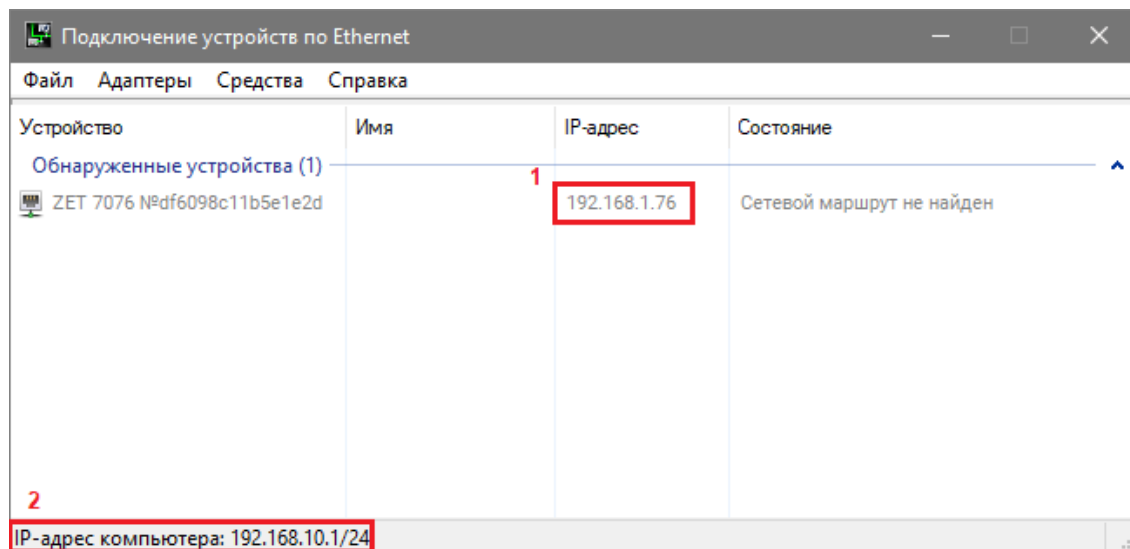

Рис. 3.1 Окно программы «Подключение устройств по Ethernet»
Для проверки IP-адреса модуля ZET 7020-16 на панели ZETLAB в меню «Сетевые программы» активируйте программу «Подключение устройств по Ethernet». В открывшемся окне программы «Подключение устройств по Ethernet» в столбце «IP-адрес» (1) указан сетевой адрес модуля (Рис. 3.1). Сетевой адрес компьютера отображается в нижней части окна программы «Подключение устройств по Ethernet» (2).